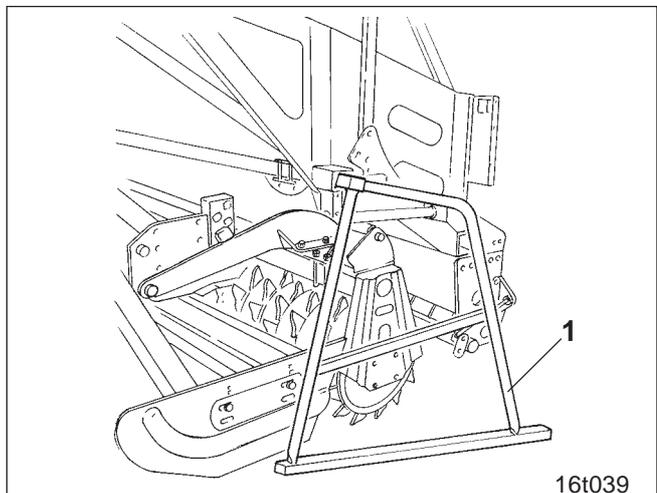

Fig. 22.6
- Gesamt-Kombination anheben und Abstellstützen (Fig. 22.6/1) entfernen.